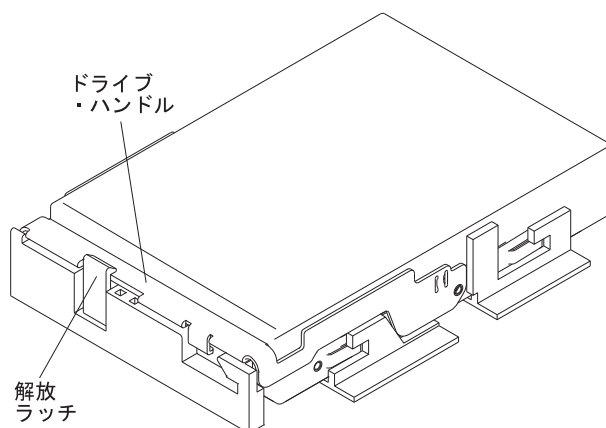

図 75. ドライブを所定の位置にロックする
- c. ドライブを真っすぐ下に押し下げてから、ドライブ・ハンドルを下に回転させて、ドライブをドライブ・リリース・レバーの下の所定の位置にカチッと収めます。図 75 を参照してください。